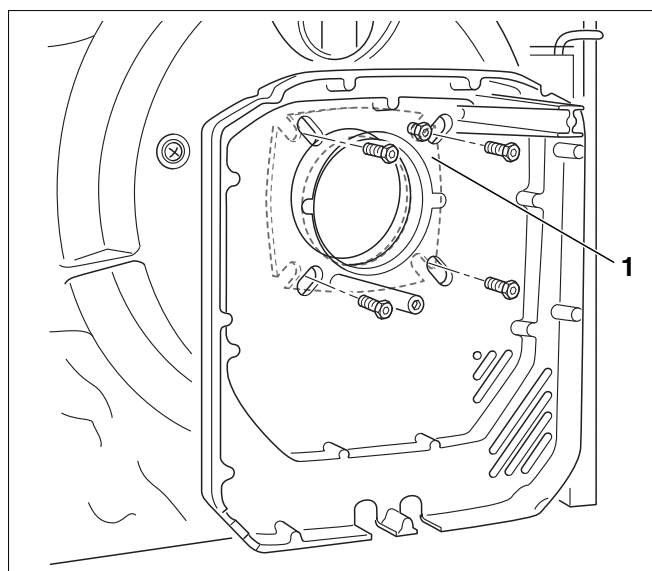

Fig. 19 Fijar la pared trasera
- En el siguiente paso de montaje debe atornillarse con cuatro tornillos la pared trasera con la junta de brida y el cañón del quemador (fig. 19, **pos. 1**) montados en la puerta del quemador. Determinar la posición de montaje según fig. 19.